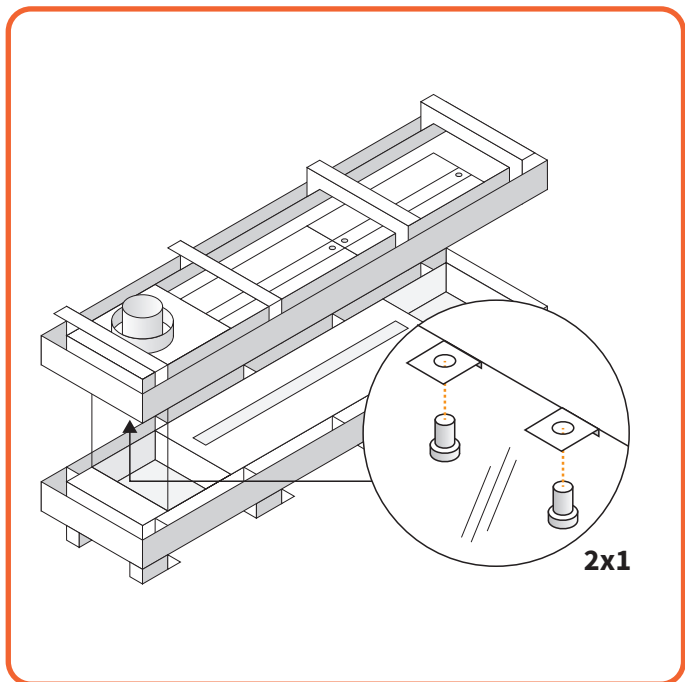

Figura 10.24 - Rimozione del morsetto superiore del pannello in vetro centrale
- La parete divisoria è fissata alla parte superiore del camino per mezzo di un morsetto in vetro (**Figura 10.24**). Svitarlo e rimuovere il vetro, se necessario con l'ausilio di una ventosa (**Figure 10.25-10.27**).